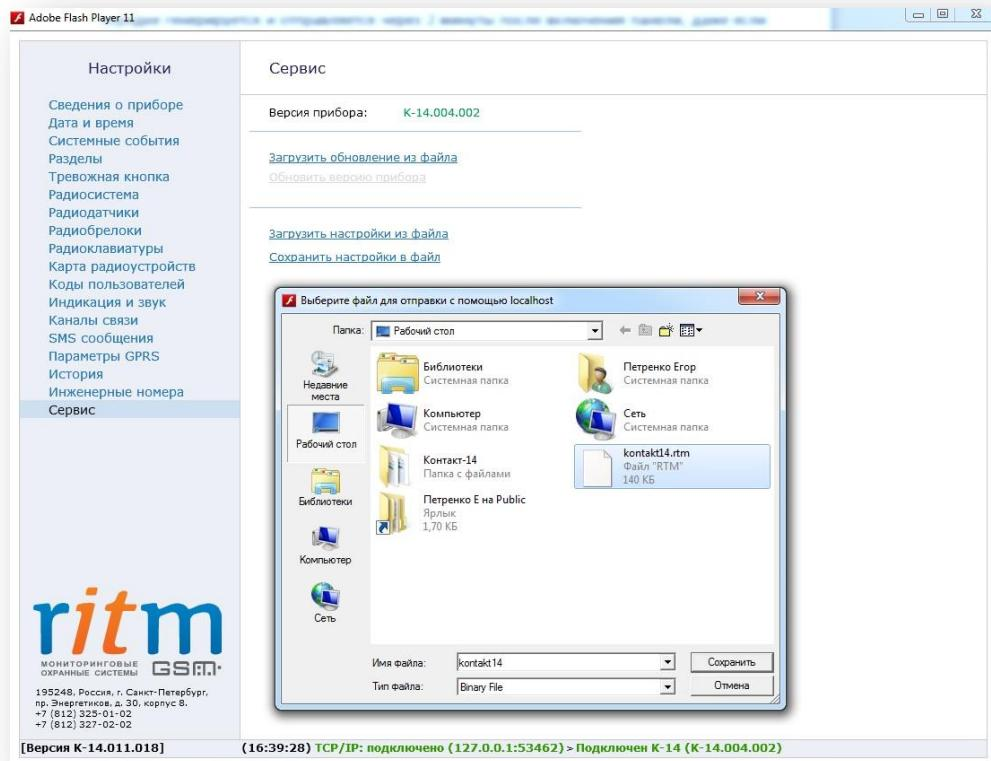

Рисунок 44. Загрузка обновления из файла
**«Загрузить обновление из файла»** - выбирается сохранённый в компьютере файл Kontakt14.rtm с обновлением (скачивается с сайта [www.ritm.ru](http://www.ritm.ru)) и загружается в программу настройки (см. рис. 44)
**«Загрузить настройки из файла»** - загружается сохранённый ранее файл с настройками в панель. Эта функция удобна для быстрой настройки большого количества панелей с одинаковыми настройками (см. рис. 44)